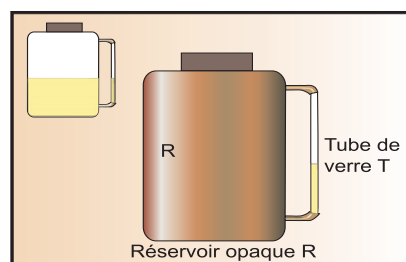

Fig.16
a.L'indicateur de niveau (Fig.16)